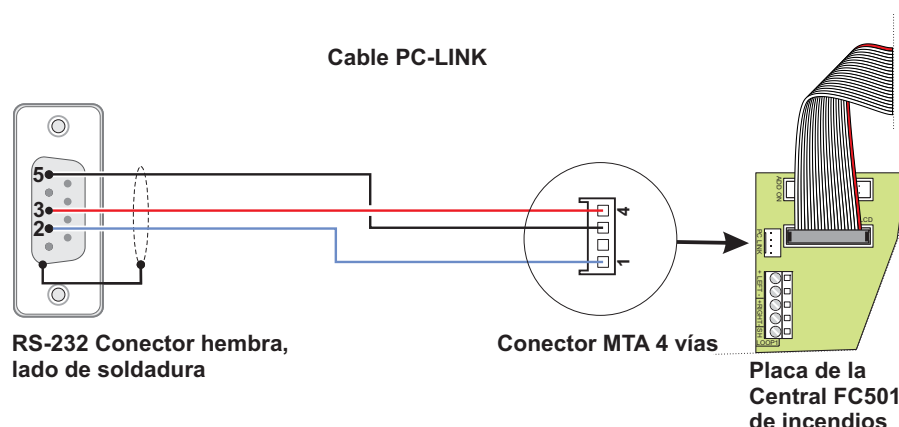

Figura 15 Diagrama esquemático del cable PClink
Para instalar la Sonda Térmica proceda como se describe a continuación (ver la figura 15).
- Conecte el conector PCLINK de la Central (vea la Figura 3, elemento (40) a un puerto en serie del PC usando el cable PCLINK (elemento accesorio, vea la Figura 15), o use el puerto USB de la Central (vea la Figura 3, elemento 26) y un cable USB (tipo A-A) o use el cable USB BENTEL 'USB5M' (longitud 5m).